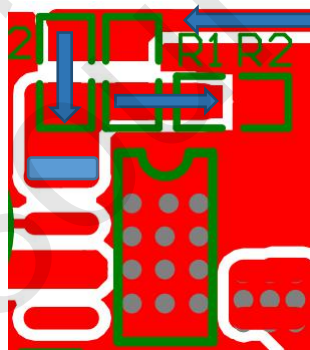

图 2
4. FB 管脚外置电阻应尽量靠近芯片，且布线足够宽。如图 2 中 $(R_{UP} \& C_{UP}) // R_{DOWN}$ 。